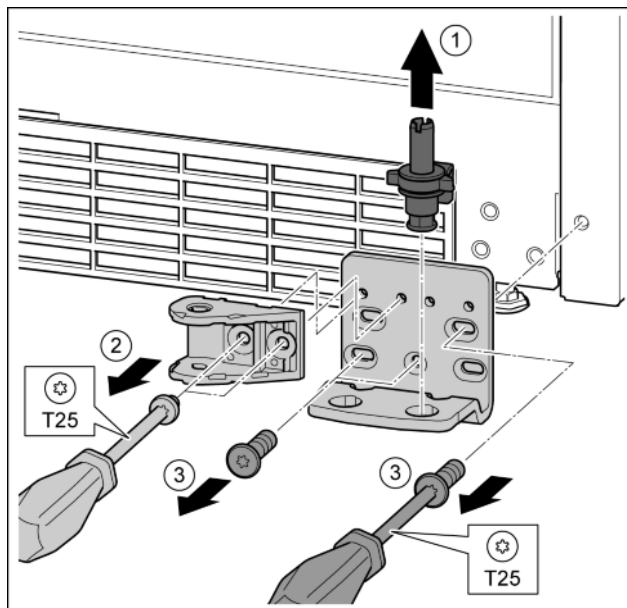

Fig. 26
- ▶ Ložiskový čep celý vytáhněte nahoru. Fig. 26 (1)
- ▶ Šroubovákem T25 vyšroubujte šrouby a sejměte spojení tlumiče zavírání. Fig. 26 (2)
- ▶ Šroubovákem T25 vyšroubujte šrouby a sejměte stojan ložiska. Fig. 26 (3)